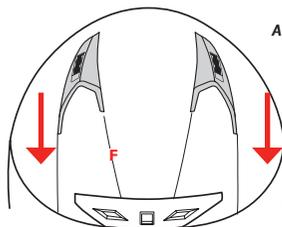

ABBILDUNG 4
### BELÜFTUNGSÖFFNUNG VORNE OBEN — F — Abbildung 4/5
- Abbildung 4: Schieben Sie den Schieberegler in die vordere Richtung, so dass die Lüftungsöffnungen vollständig geschlossen sind.